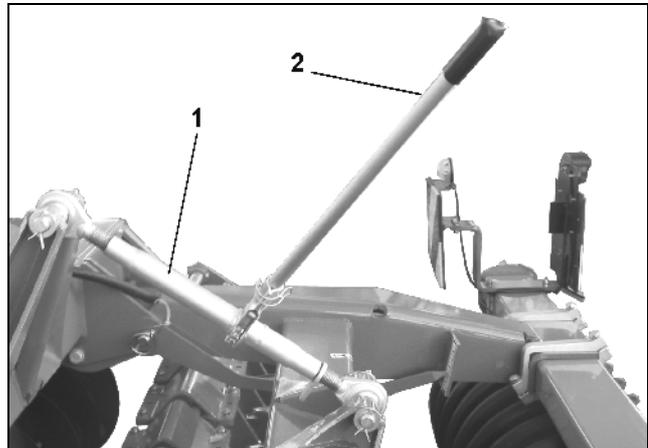

Fig. 10
- El ajuste de profundidad resulta por giro del husillo (Fig. 10/1) mediante la palanca de mano (Fig. 10/2).